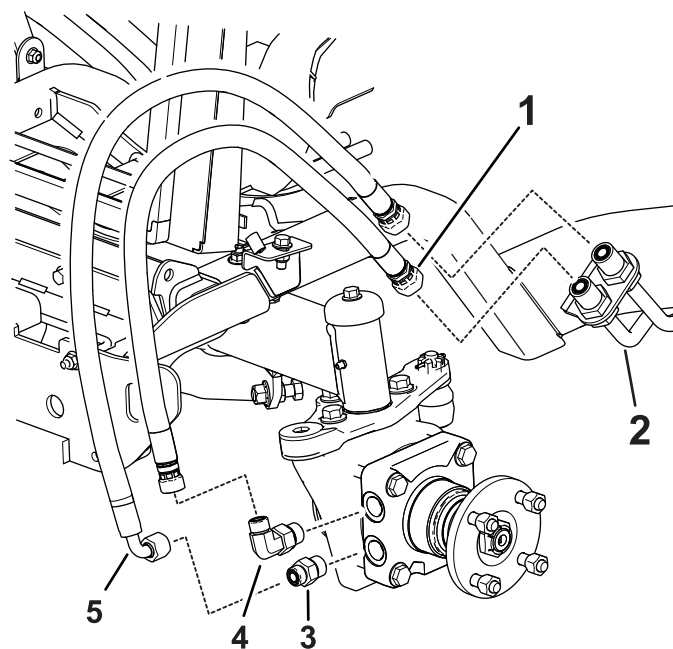

Figur 2
1. Ta bort de befintliga hydraulslangarna från hydraulledningarna framför hjulet och montera omedelbart locken på hydraulledningarna (Figur 2 och Figur 3).